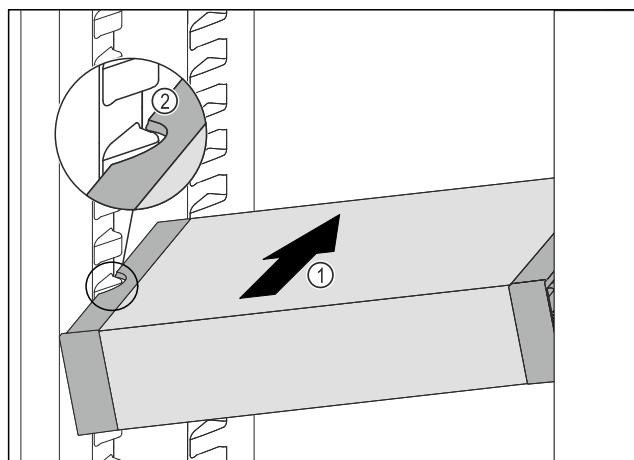

Fig. 119
- Вставити висувний ящик VarioSafe під кутом в охолоджувальне відділення Fig. 119 (1), допоки бокові поглиблення Fig. 119 (2) VarioSafe не будуть розташованіся на рівні ребра для ємності в охолоджувальному відділенні.